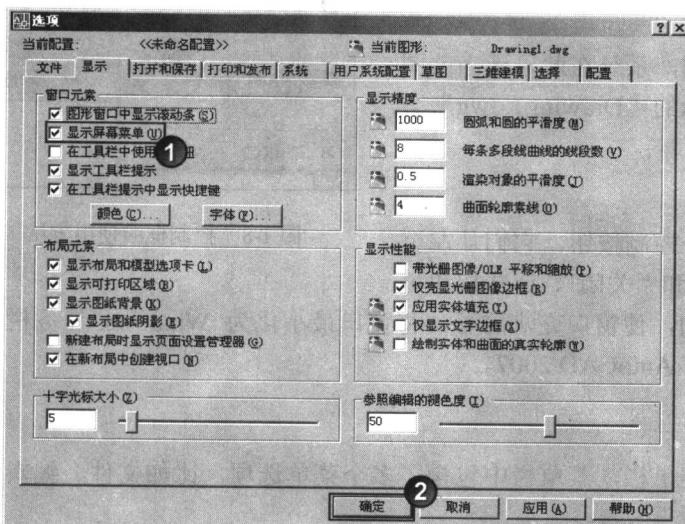

图 1-11 调用屏幕菜单
**步骤 1** 单击“工具/选项”菜单命令，系统弹出“选项”对话框，在“显示”选项卡中勾选“显示屏幕菜单”选项，然后单击 **确定** 按钮，参见图 1-11 所示的第①、②步。